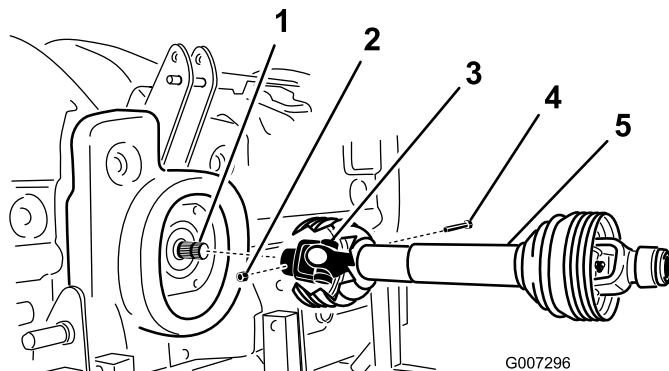

Figura 11
2. Monte el árbol de la TDF en el eje primario de la caja de engranajes de la máquina (Figura 11) con un perno (1/2" x 3.00") y una tuerca (1/2").